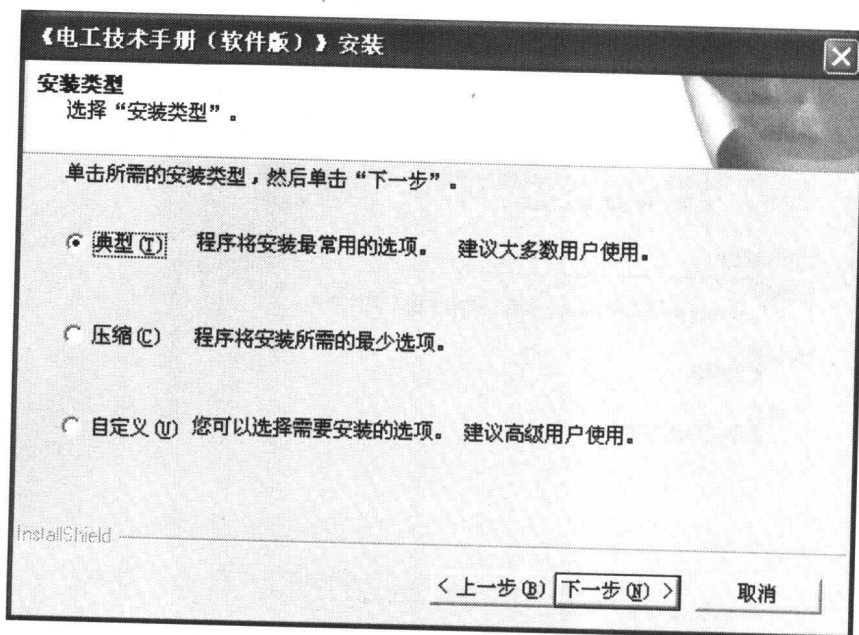

图 1-7 选择安装类型界面
(7) 进入如图 1-7 所示的选择安装类型界面，在这里用户需要选择安装类型。